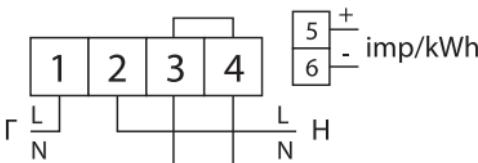

Рисунок 3. Схема подключения счетчиков к сети
6.3. Счетчик имеет испытательный телеметрический выход (рисунок 3, контакты 5-6), предназначенный для поверки прибора и подключения к системам автоматизированного учета